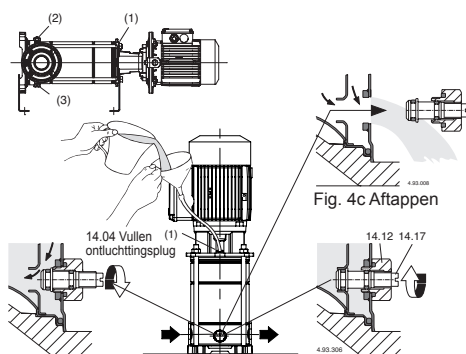

Fig. 4a Vullen: naaldschroef open Fig. 4b In bedrijf: naaldschroef gesloten
Wanneer de pomp boven het vloeistofniveau geplaatst is (zuigsituatie, **fig. 3A**) of in een situatie waar de toeloopdruk te laag is (minder dan 1 m) om de terugslagklep te openen, vul de zuigleiding en de pomp door de vulopening (**fig. 4a,4d**).
MXV-B, MXV(L) 25-32-40-50, MXV(L)4 25-32-40-50 Gedurende het afvullen dient de naaldschroef (14.17) in de aftapplug (14.12) geopend te zijn om communicerende werking tussen perskamer en zuigkamer mogelijk te maken (**fig. 4a**).